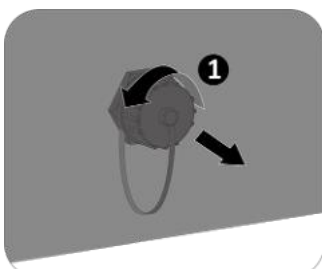

Abb. 30. Kappe entfernen
1. Kappe vom COM1-Anschluss entfernen (siehe Abb. 30)